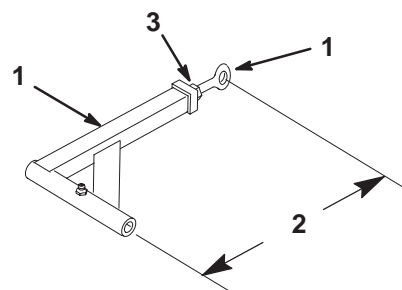

Figure 66
11. Si la poulie de renvoi fixe touche l'extrémité de la fente de réglage et si la courroie a besoin d'être tendue davantage, il est possible de modifier légèrement la longueur des bras de poussée (Fig. 66).
12. Pour régler les bras de poussée, desserrez l'écrou de blocage et tournez la rotule dans le sens anti-horaire, un tour à la fois. Réglez chaque côté de la même façon (Fig. 66).